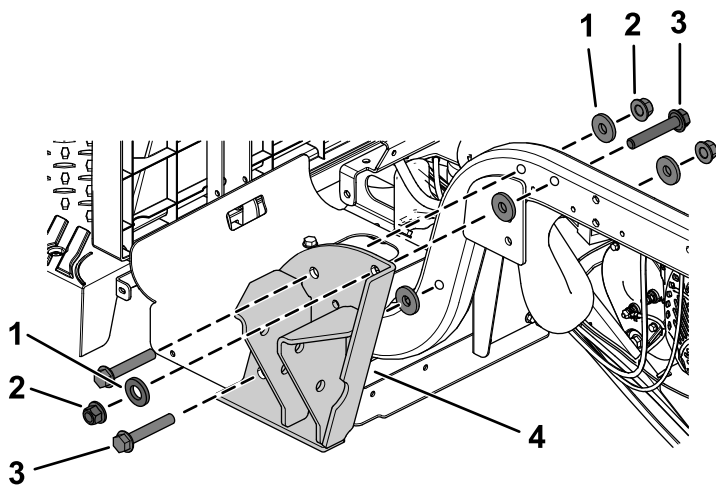

Рисунок 25
1. Установите кронштейн ROPS с помощью 3 болтов с фланцевыми головками ($\frac{1}{2}$ x 3 дюйма), 5 плоских шайб ($\frac{1}{2}$ дюйма) и 3 контргайк ($\frac{1}{2}$ дюйма), как показано на Рисунок 25.
Примечание: Убедитесь, что 2 плоские шайбы ($\frac{1}{2}$ дюйма) установлены снаружи, как показано на Рисунок 25.